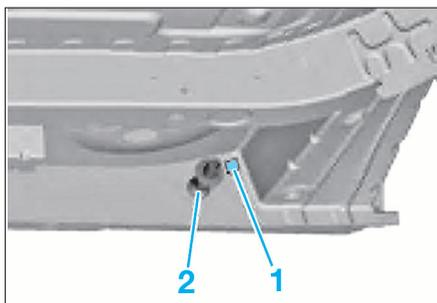

FIG. 13
- Défaire le cordon de soudure dans la zone (1) (Fig.13).